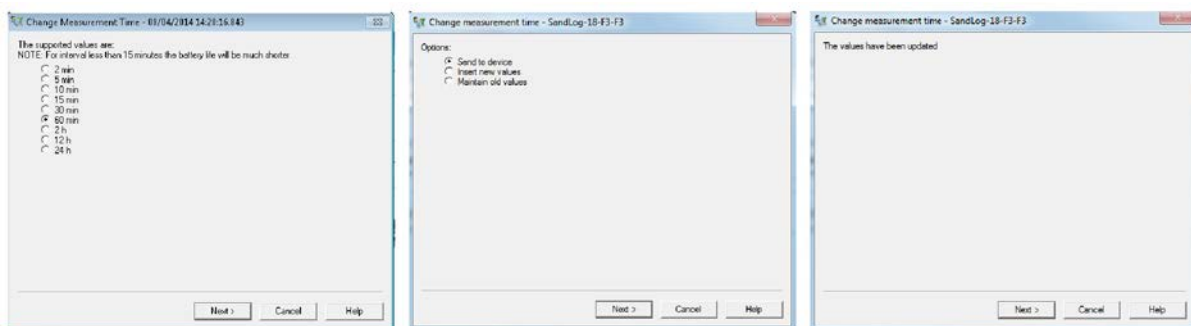

Рисунок 13. Выбор периода измерения
- Для изменения значения используйте **Change measurement time**. Фактическое значение выбрано по умолчанию. Выберите необходимое значение (рисунок 13).